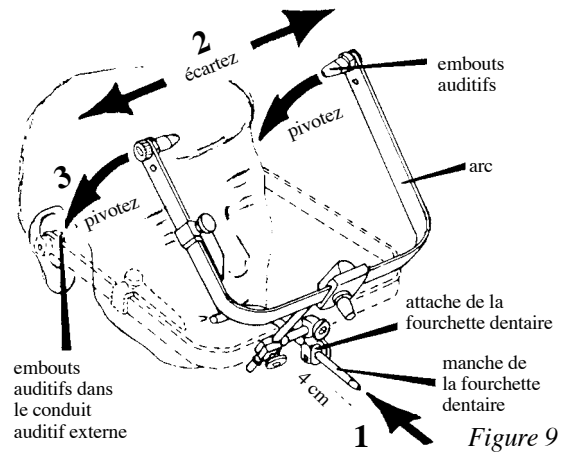

Figure 9
6. La figure 9 décrit l'entrée du manche de la fourchette dentaire dans son attache desserrée. En première étape (1), glissez cette attache sur le manche de la fourchette sur une distance de ± 4 cm. Ensuite (2), écartez les branches de l'arc flexible et pivotez-le vers le bas afin de (3) positionner les embouts auditifs dans les trous auditifs externes. Relâchez lentement l'arc et laissez la flexibilité trouver une position confortable dans les trous auditifs. Appuyez légèrement sur les extrémités des embouts auditifs et assurez-vous qu'ils sont bien positionnés dans le trou auditif.